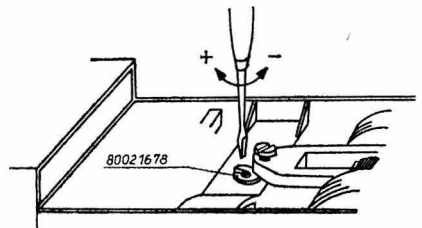

Fig. 4
- 2.5. Ajuster le jeu de denture entre la vis sans fin et la roue-vis au moyen de la pièce de réglage 80 02 16 78 (Fig. 4).